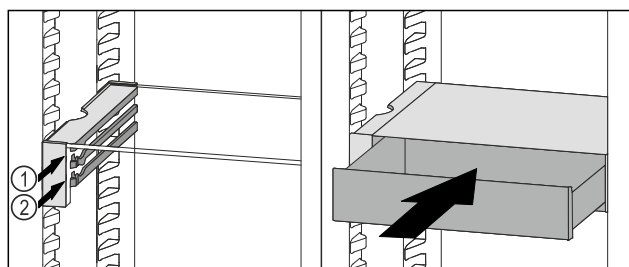

Fig. 132
- Așezați sertarul VarioSafe în spatele opritoarelor pe nervura dorită Fig. 132 (1) sau Fig. 132 (2).